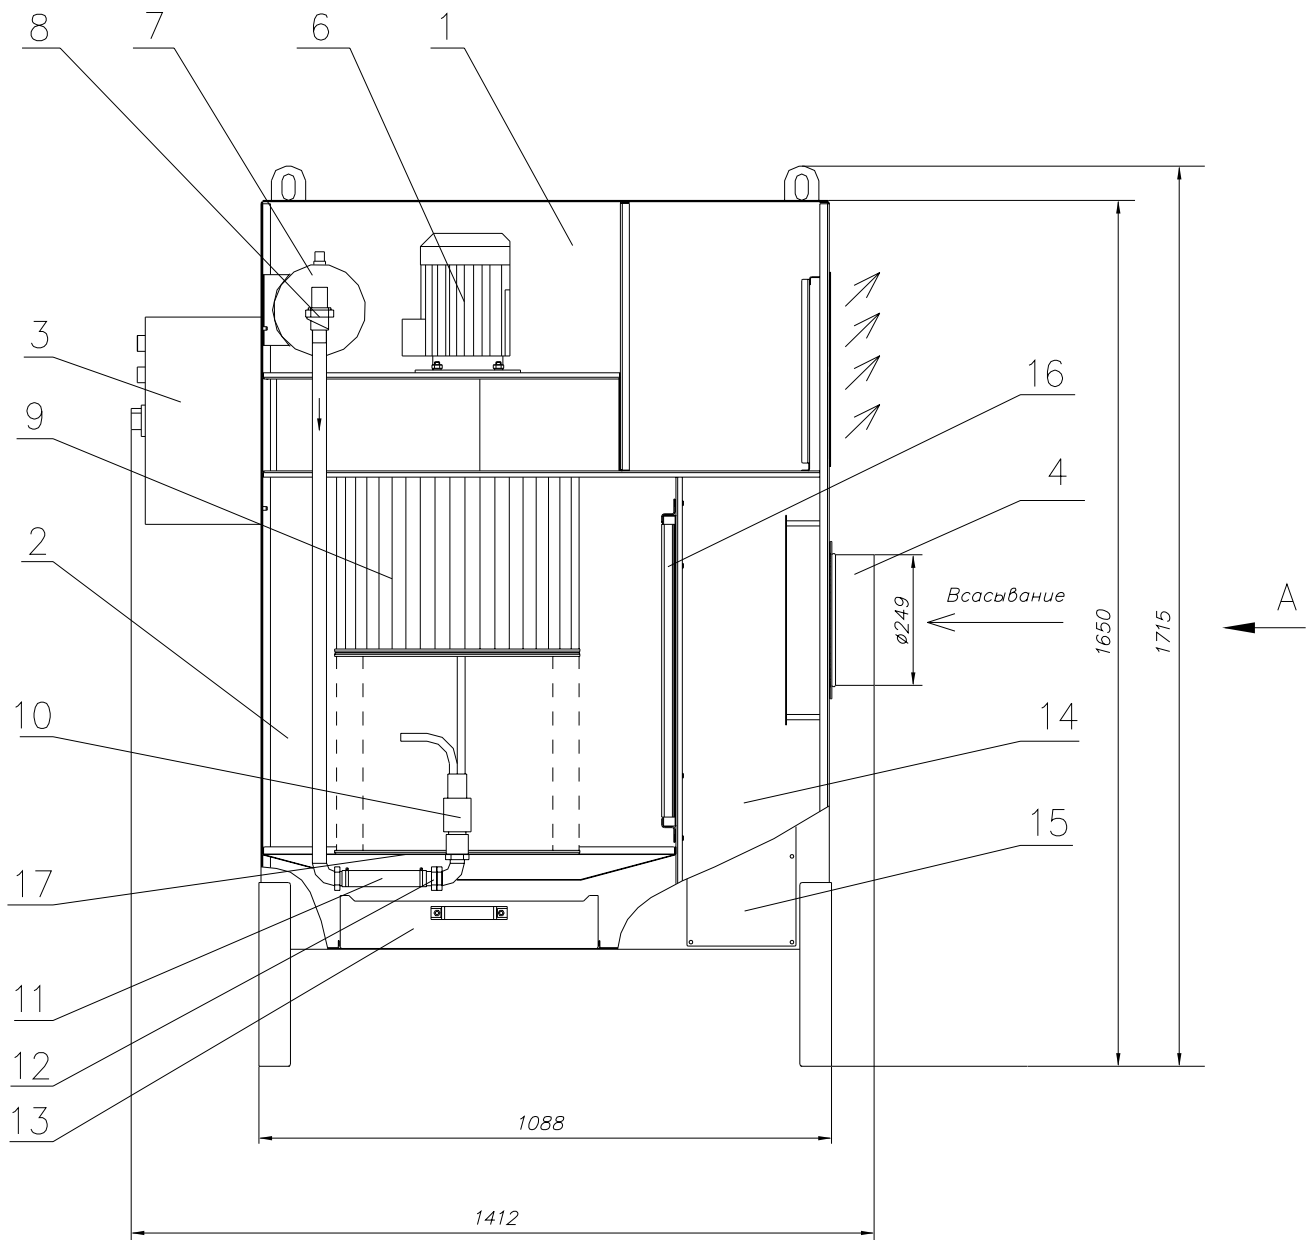
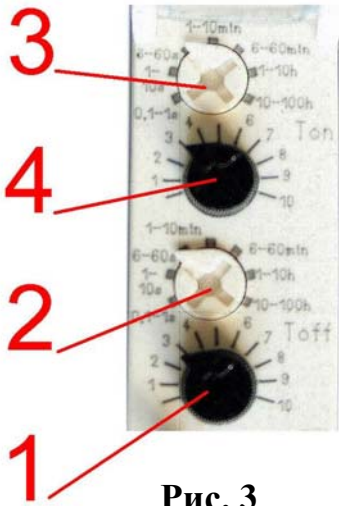

рис. 1
Рис. 3
ФВА (рис.1,2) состоит из вентиляторной секции (1), фильтровальной секции (2) и блока управления (3). Вентиляторная и фильтровальная секции объединены в единую конструкцию.
- 5.3.1. Устройство регенерации состоит из (рис.1):
- ресивера сжатого воздуха (7);
- электромагнитного пневмоклапана (8);
- реле времени (рис.3);
- соплового блока (10);
5.3.3. Реле времени (рис.3) осуществляет выдачу импульсов на открытие электромагнитного пневмоклапана. Регулировкой устанавливается продолжительность открытия электромагнитного пневмоклапана и интервал между импульсами.
- продолжительность импульса устанавливается регулятором (3) и делителем (4) (рис.3). Регулятор (3) имеет сектора "s"- секунды, "m"- минуты, "h"- часы, "d"- дни. Делитель (4) устанавливает кратность выбранной регулятором (3) установки. Так, если